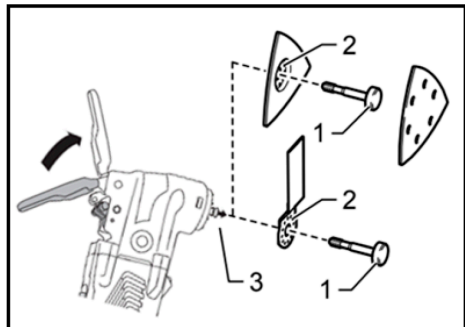

Рис. 5
1. Поднимите зажимной рычаг вверх и переведите его вперёд примерно на 180° (Рис. 5).
2. Выкрутите болт крепления насадки (1) (Рис. 5).
3. Установите насадку на шпindel, совместив штифты шпинделя (3) с отверстиями (2) на хвостовике насадки (Рис. 5).